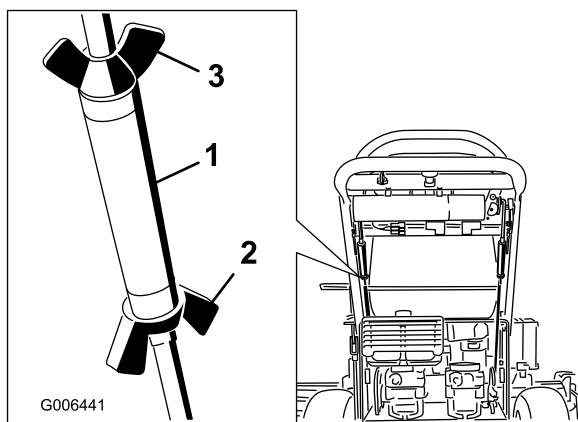

Figure 32
3. Desserrez les écrous à oreilles sur la tige de commande droite et tournez le tendeur dans un sens ou dans l'autre pour que le levier de commande droit soit centré en position de verrouillage au point mort. Fixez le tendeur en position avec les écrous à oreilles (Figure 32).
4. Desserrez les écrous à oreilles sur la tige de commande gauche et tournez le tendeur dans un sens ou dans l'autre pour changer la correction directionnelle. Fixez le tendeur en position avec les écrous à oreilles (Figure 32).